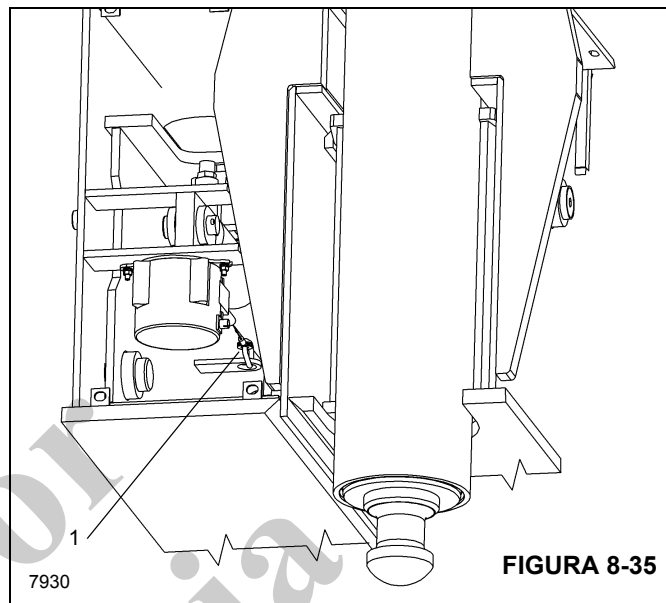

FIGURA 8-35
3. Retire el conector de potenciómetro del OMS (1, Figura 8-35) del punto de conexión en la viga del estabilizador.